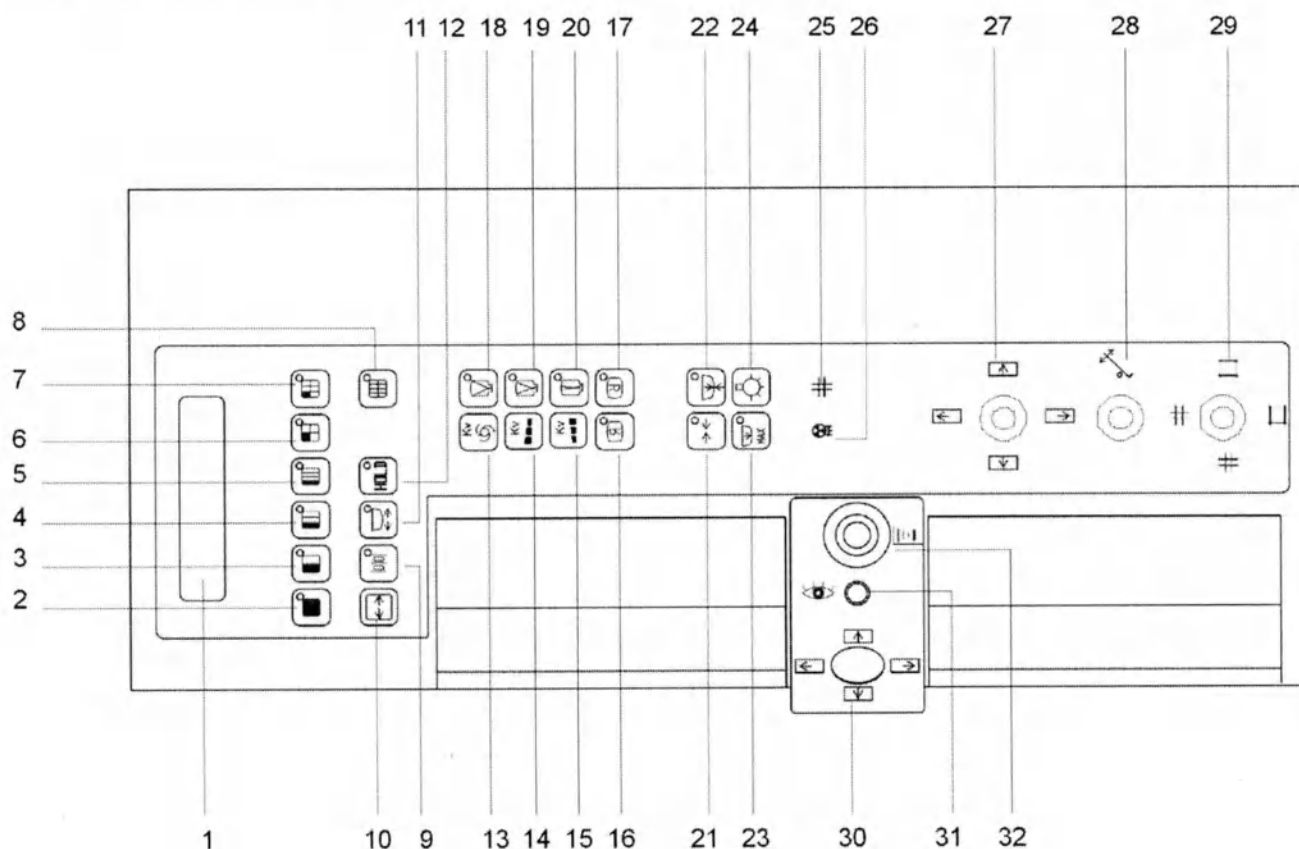
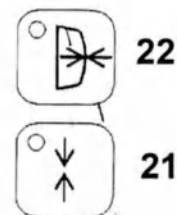

Рисунок 2.4.4 - Основной пульт управления
Рисунок 2.4.8 – Джойстик для управления перемещением и компрессией/подъемом ЭСУ.
Как показано на рисунке 2.4.6, наклон стола-штатива осуществляется при помощи джойстика 28, расположенного на основном пульте управления (рисунок 2.4.4). Скорость наклона переменная до 4 град./с в зависимости от того, на какое расстояние отклонен джойстик.
Перемещение деки стола-штатива в продольном и поперечном направлениях осуществляется при помощи джойстика 27 на основном пульте управления (рисунок 2.4.4). Направление движения джойстика определяет направление движения деки стола, как показано на рисунке 2.4.7.
Автоматическое перемещение ЭСУ в продольном направлении и перемещение рентгеновского излучателя с коллиматором управляются при помощи джойстика 30, расположенного на основном пульте управления (рисунок 2.4.4). Направление перемещения джойстика определяет направление движения ЭСУ, как
Поперечное движение ЭСУ одновременно с движением рентгеновского излучателя и коллиматора может быть осуществлено вручную после отключения электромагнитного тормоза. Для отключения тормоза нужно нажать клавишу 21 (рисунок 2.4.4) – сигнальная лампа клавиши 21 должна быть выключена.
Автоматическое перемещение ЭСУ в перпендикулярном направлении по отношению к деке стола осуществляется также при помощи джойстика 30 (рисунок 2.4.4) с переменной скоростью после отключения электромагнитного тормоза клавишей 22. Сигнальная лампа клавиши 22 должна быть выключена.
При отклонении джойстика по направлению к внешней стороне стола запускается движение компрессии. При отклонении джойстика по направлению к внутренней стороне стола – ЭСУ располагается на расстоянии от стола для исследований (рисунок 2.4.8). Компрессия прерывается автоматически при достижении величины сжимающей силы 3,5 кг или 5 кг, выбранной заранее оператором при помощи клавиши 23 (рисунок 2.4.4).
Перемещение компрессора на поле из позиции парковки управляется при помощи клавиши 11 (рисунок 2.4.4) на основном пульте управления.
Однако оператору рекомендуется отодвинуть ЭСУ от стола для исследований и заблокировать его при помощи клавиши 22 (рисунок 2.4.4), чтобы перемещения компрессора на поле или установки его в позицию парковки происходило на безопасном расстоянии от пациента.
- освободить электромагнитный тормоз, контролирующий поперечное движение ЭСУ, нажав клавишу 21 (рисунок 2.4.4) – сигнальная лампа клавиши не горит.
Когда ЭСУ достигнет конца хода парковки, электромагнитный тормоз, контролирующий его поперечное движение, включится автоматически: сигнальная лампа клавиши 21 (рисунок 2.4.4) горит.